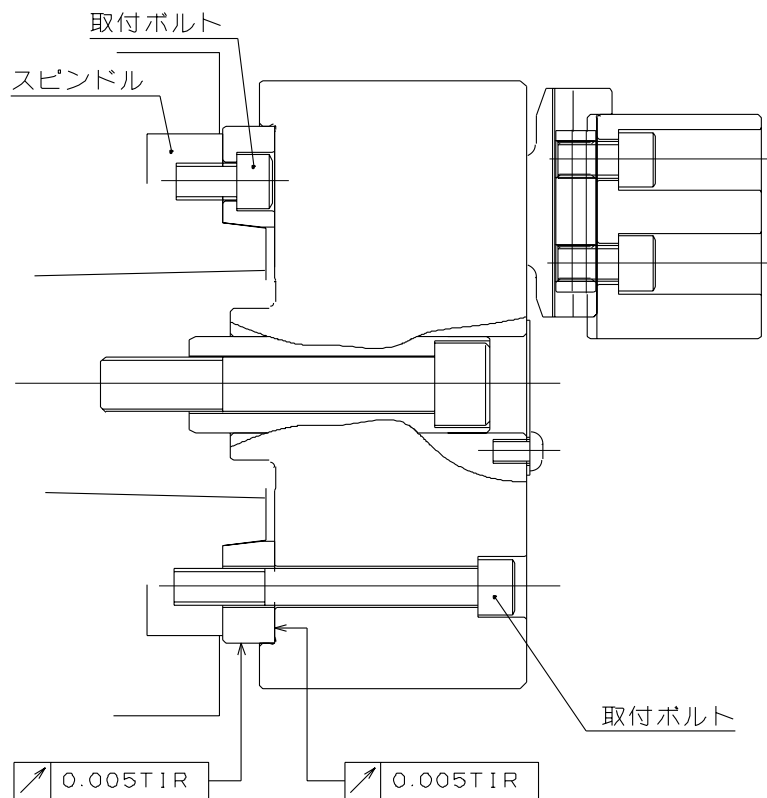

図 21
- ・ 図 21 は JIS ショートテーパ規格の場合である。